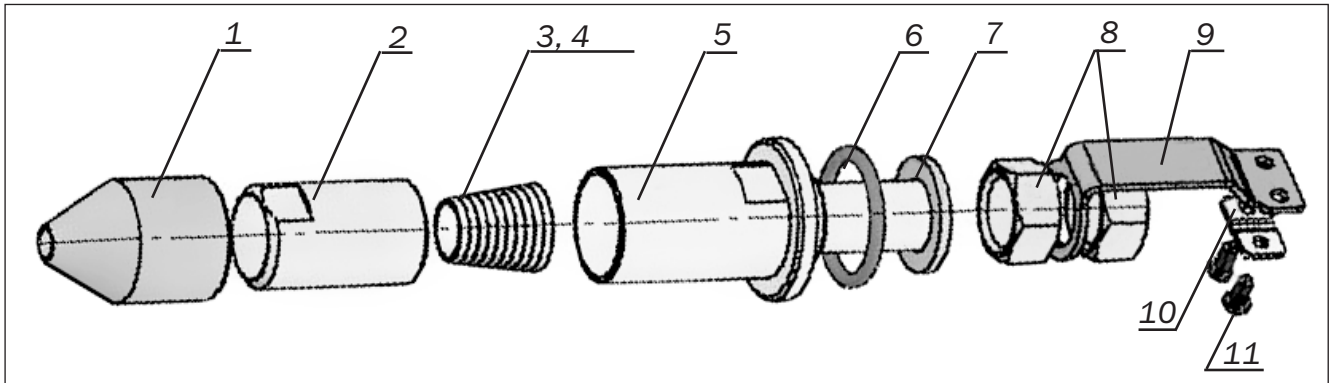
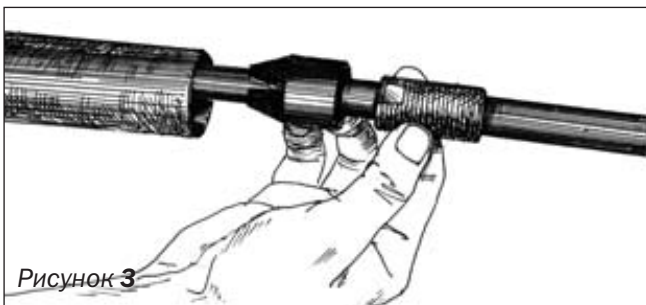

Рисунок 1 - Узел ввода диэлектрического ОК в муфту МОПГ-М
Рисунок 3
1.1. Устройство узла ввода ОК представлено на **рисунок 1**
1.3. Узел ввода для кабелей с силовыми элементами из синтетических нитей и стеклопластиковых прутков унифицирован по большинству применяемых деталей. **Отличие заключается в конструкции детали «конус внутренний» (поз. 3; 4, рисунок 1): для кабелей с силовыми элементами из стеклопрутков на конусе выполнена кольцевая канавка, а для кабелей с силовыми элементами из синтетических нитей конус гладкий.**
2.1. Разрезать наконечник (поз.1, рисунок 1) вдоль оси на 5-10 мм крест-накрест (см. **рисунок 2**).
2.2. Надвинуть на ОК трубку ТУТ 35/12 (если диаметр ОК менее 15 мм, для увеличения его надвинуть трубки ТУТ 16/5), наконечник (поз.1, рисунок 1), гайку внутреннюю (поз.2, рисунок 1) (см. **рисунок 3**).
2.3 На длине 3 м с ОК удалить наружную оболочку. Обрезать стеклопластиковые прутки на расстоянии 90 мм от среза оболочки кабеля. Надеть конус внутренний (поз. 3, рисунок 1) на внутреннюю оболочку ОК до упора (см. **рисунок 4**).